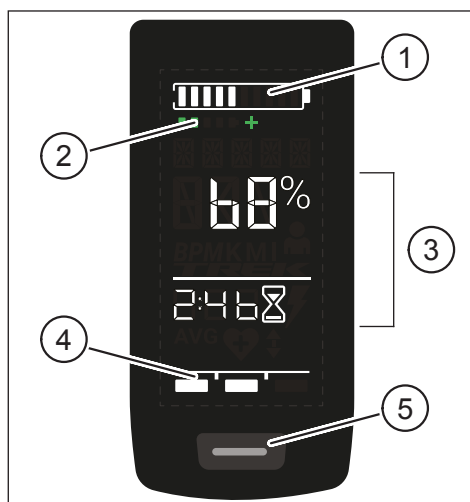
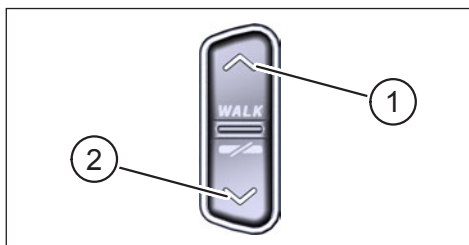

Fig. 1: Funzionamento e componenti di indicazione su Display
Fig. 2: Funzionamento su Remote
Pos. in Fig. 1	Descrizione
Pos. in Fig. 2	Descrizione
- ▶ Tenga premuto il pulsante su Display (Pos. 5 in Fig. 1) e il pulsante GIÙ su Remote (Pos. 2 in Fig. 2) per almeno 5 secondi.
- Con una **breve** pressione sul pulsante Display (Pos. 5 in Fig. 1) si passa alla vista successiva.
- Premere il pulsante GIÙ sul comando Remote (Pos. 2 in Fig. 2).